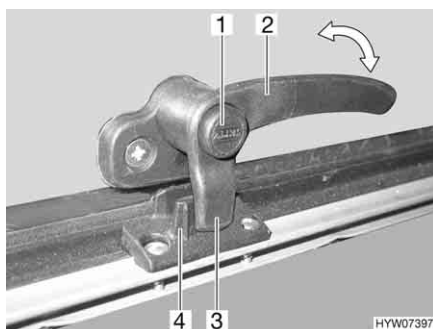
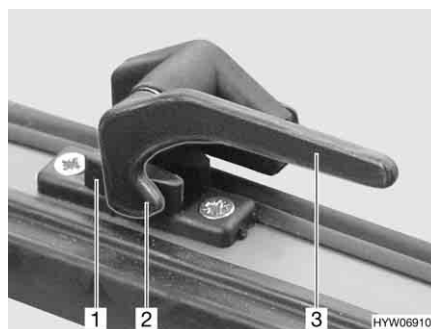

Fig. 73 Palanca de bloqueo con botón de seguridad en la posición de "cerrado"
Fig. 74 Palanca de bloqueo en la posición de "cerrado"
- Si existe, pulsar el botón de seguridad (Fig. 73,1) y mantenerlo pulsado.
- Girar la palanca de bloqueo (Fig. 73,2 ó Fig. 74,3) un cuarto de vuelta hacia la mitad de la ventana.
- Girar la palanca de bloqueo (Fig. 73,2 ó Fig. 74,3) un cuarto de vuelta hacia el marco de la ventana. El saliente de bloqueo (Fig. 73,3 ó Fig. 74,2) de la palanca de bloqueo se encuentra en la cara interior del bloqueo de la ventana (Fig. 73,4 ó Fig. 74,1).
- En la posición "cerrada fijamente" (Fig. 73 y Fig. 74)